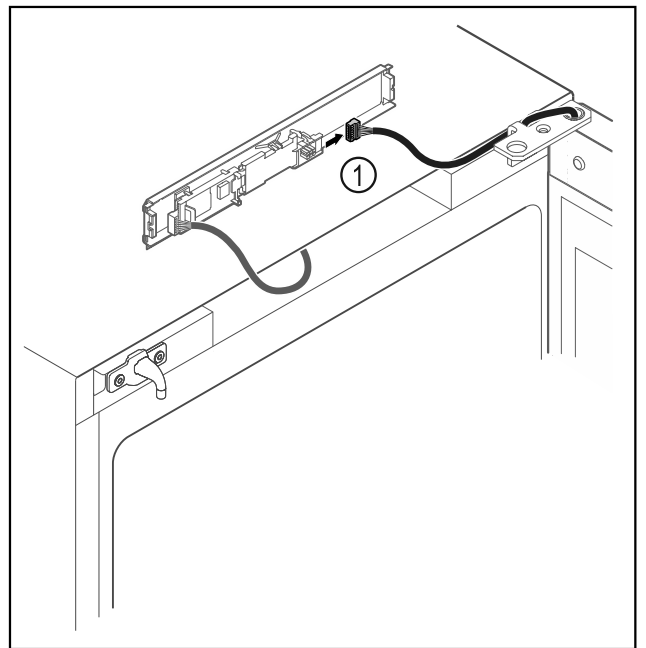

Fig. 12
- Débrancher le connecteur Fig. 12 (1) de la platine.